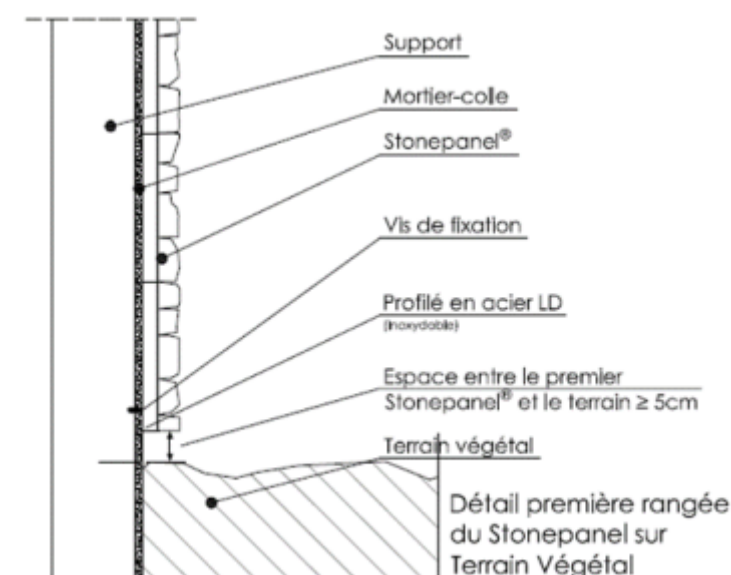

Figure 4a – Mise en œuvre avec un profilé en métal en extérieur
2.3.2. Traitement préalable (figure4a et 4b)